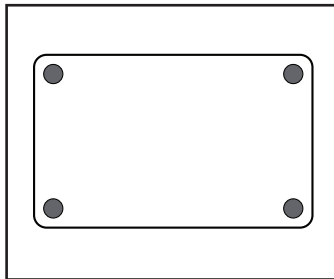

Figure 1
4. Collez les 4 tampons feutrés à la base de l'unité pour protéger le dessus de votre table. Retirez la protection et collez un tampon feutré adhésif à chaque coin de la base de l'appareil selon la position choisie à l'étape 3 (Figure 1).